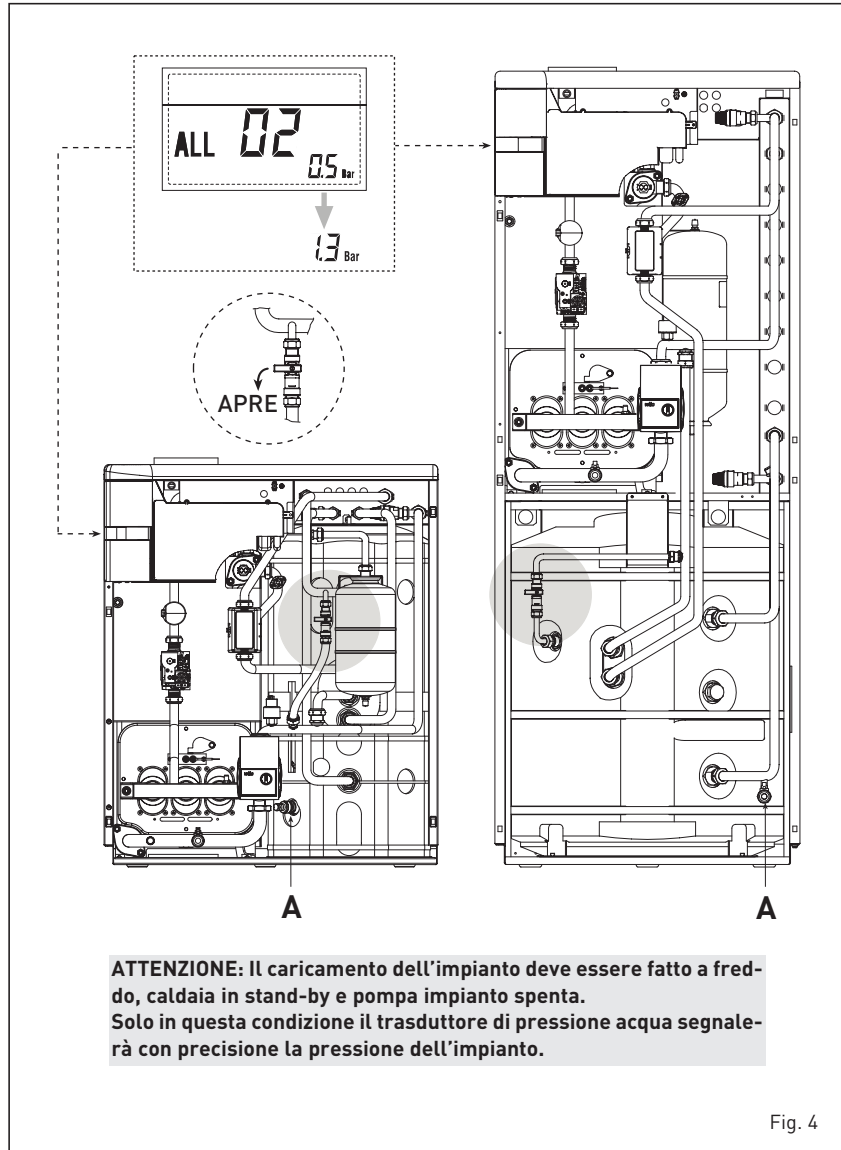

Fig. 4
2.3 FASE INIZIALE RIEMPIMENTO IMPIANTO (fig. 4)
2.3.1 Svuotamento del bollitore (fig. 4)